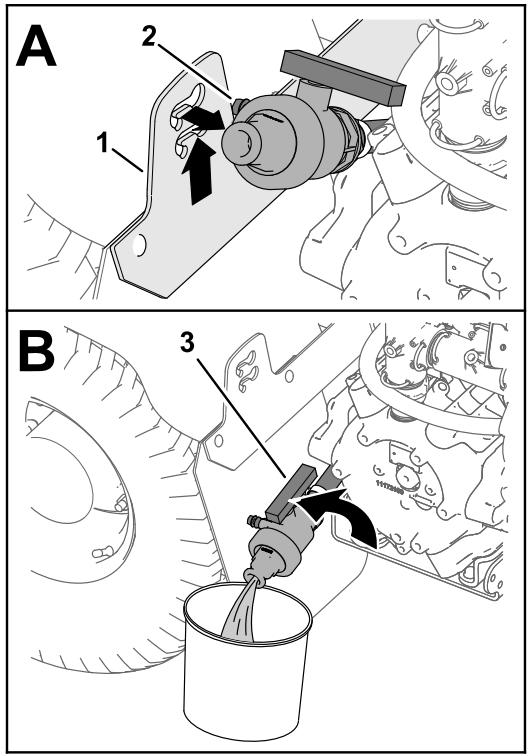

Рисунок 48
3. Поднимите клапан, чтобы его монтажные штыри вышли из пазов кронштейна сливного клапана, и переместите клапан назад (Рисунок 48А).
4. Направьте конец клапана в сливную емкость и поверните ручку клапана в открытое положение (Рисунок 48В).
5. Когда бак будет полностью опорожнен, поверните ручку сливного клапана в закрытое положение и установите клапан на кронштейн сливного клапана (Рисунок 48В и Рисунок 48А).